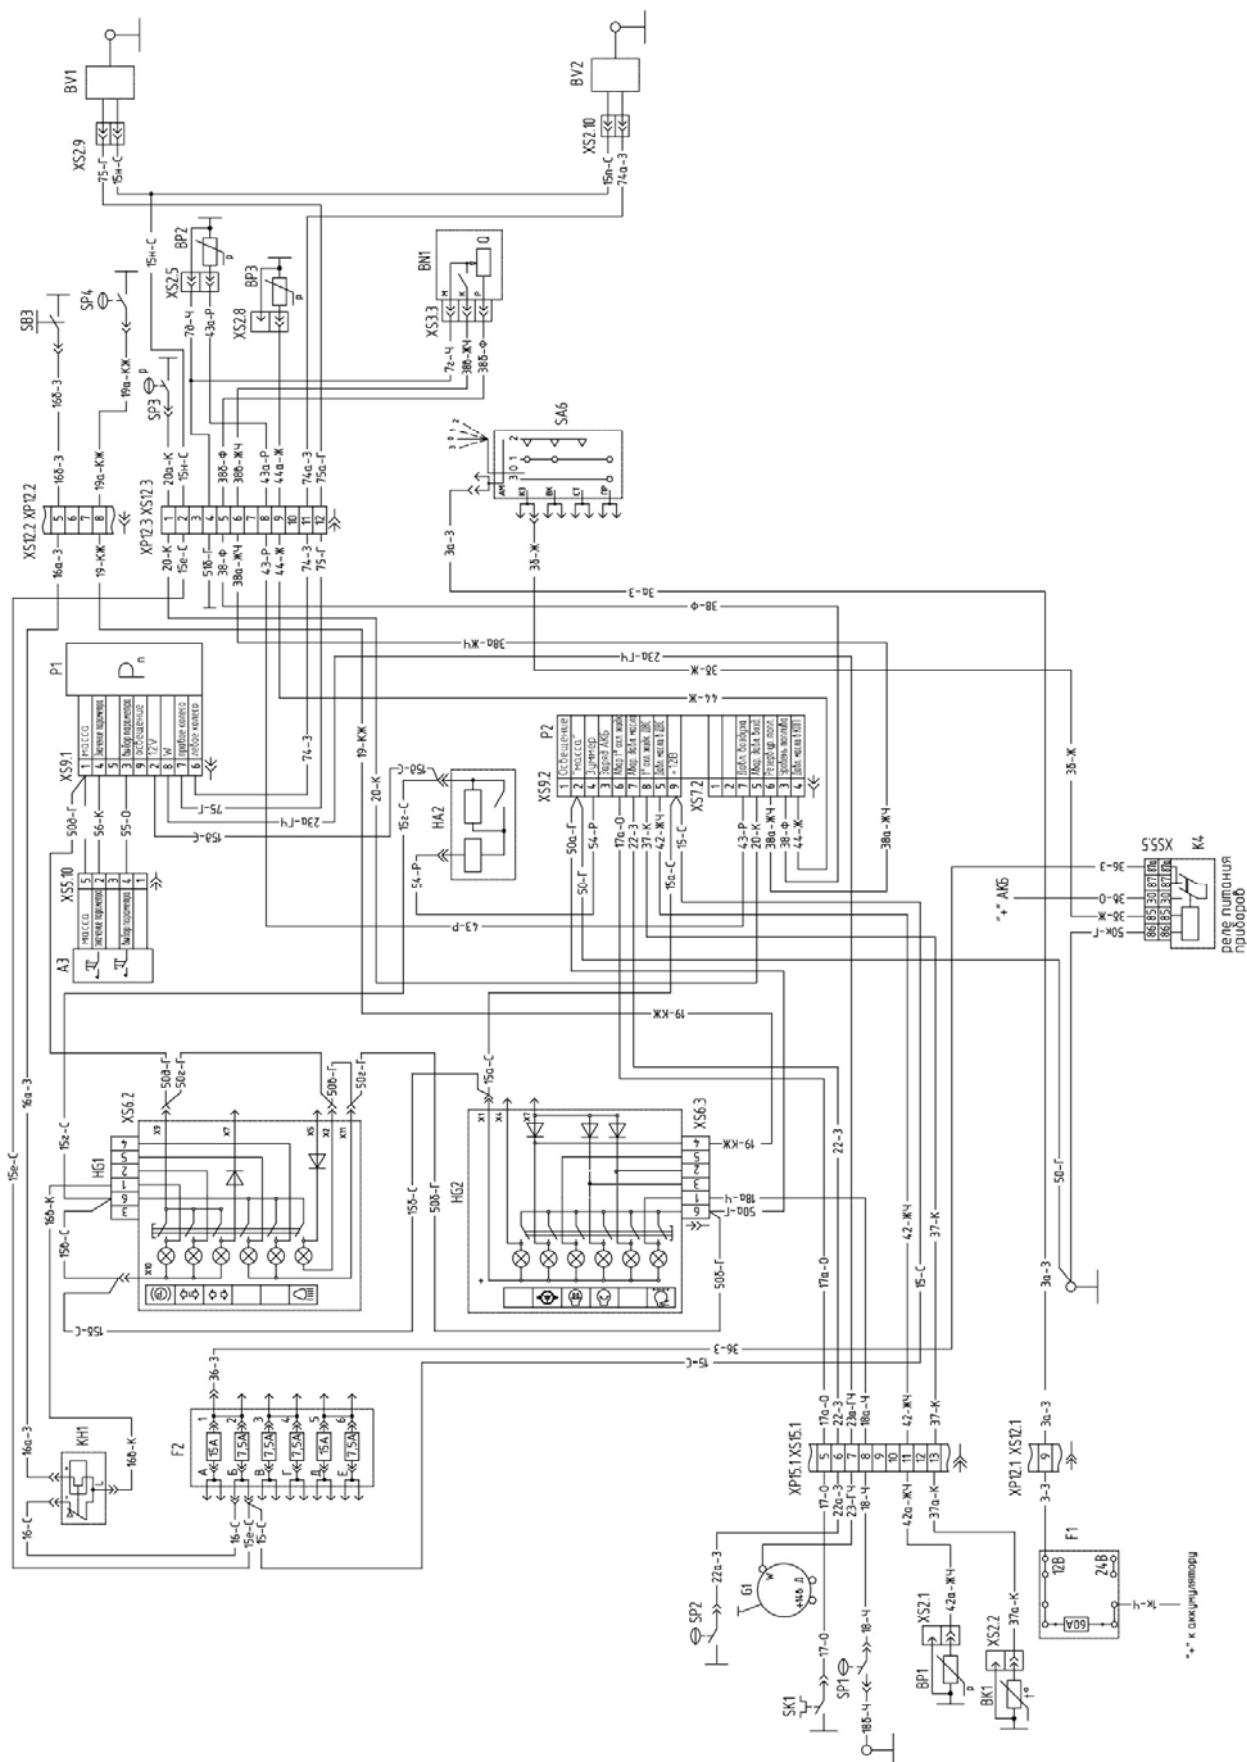

Рис. 12-11 Схема включения контрольно-измерительных приборов и тахоспидометра
12.11 Возможные неисправности системы контроля технического состояния, их устранение (рис. 12-11)
Рис. 12-11а. Схема подключения одиночных приборов взамен комбинации Р2 и электрического тахоспидометра Р1
12.12 Возможные неисправности электрического тахоспидометра, их устранение (рис. 12-11)